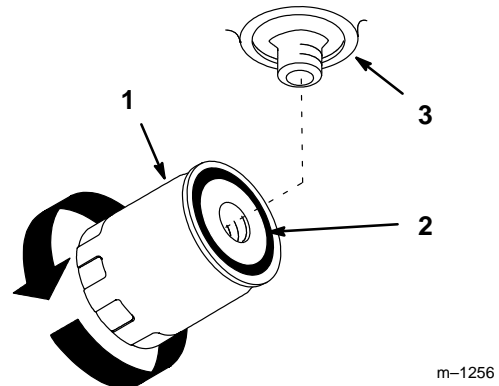

Abbildung 44
4. Eine dünne Schicht Hydraulikflüssigkeit auf die Gummidichtung am Austauschfilter geben (Abb. 44).
7. Wenn die Flüssigkeit aus dem Filter fließt, den Ölfilter im Uhrzeigersinn drehen, bis die Gummidichtung den Filteradapter berührt. Dann den Filter um eine weitere 1/2 Umdrehung festziehen (Abb. 44).